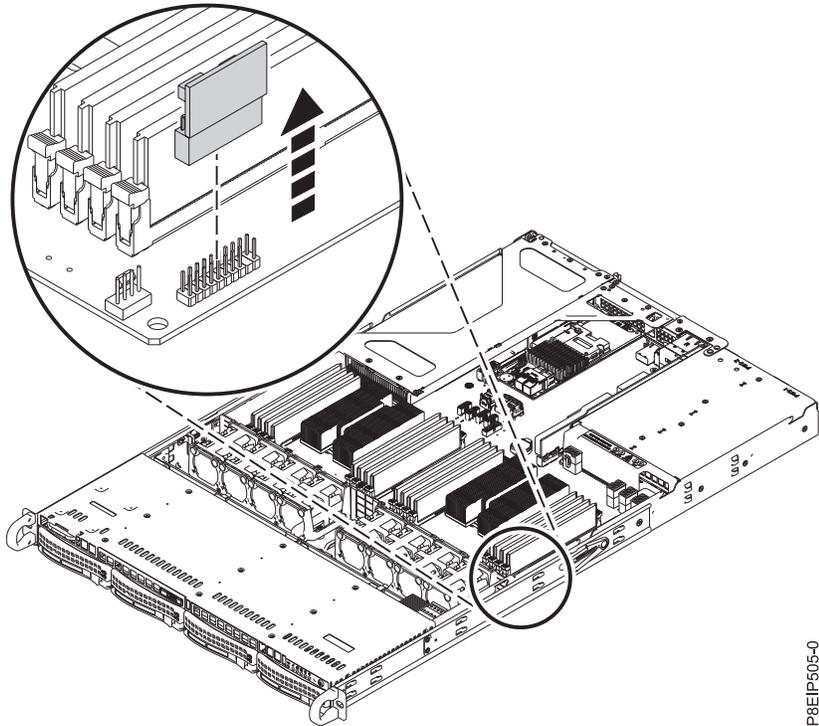

図 71. TPM カードの取り外し
3. TPM カード **(A)** を取り外します (72 ページの図 71 を参照)。